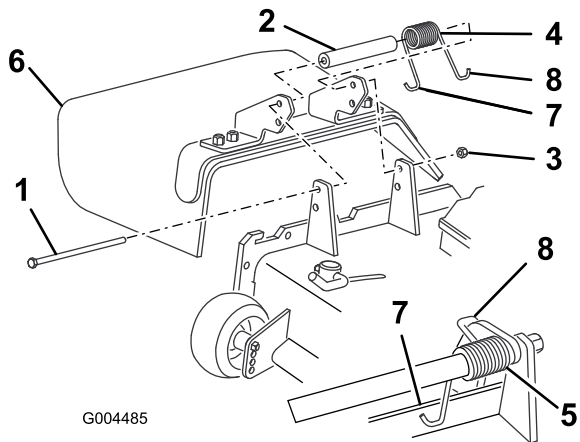

図 80
2. デフレクタをピボット・ブラケットに固定しているロックナット、ボルト、スプリング、スペーサを外す(図 80)。デフレクタを取り外す。
3. デフレクタのブラケットの間にスペーサとスプリングを入れる(図 80)。スプリングの左側のフックを、デッキのエッジに引っ掛ける。
**注** ボルトを取り付ける前に、スプリングのJ字フックがデッキの後部エッジに図 80のように取り付けられていることを確認してください。
4. ボルトとナットを取り付ける。スプリングの右側のフックを、デフレクタに引っ掛ける(図 80)。